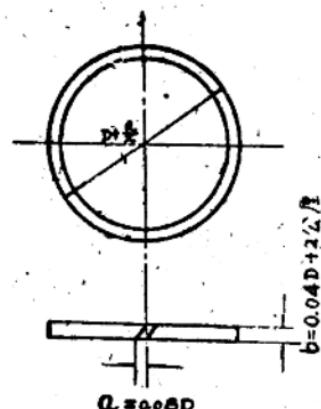

图 6 活塞環圈
3. 涨圈 加工涨圈时，要先车一比加工后所需直径D稍大的圆环，其直径等于  $D + \frac{a}{\pi} + z$  ( $a$ —斜口宽度 =  $0.08D$ ) (z—加工余量) 见图6。